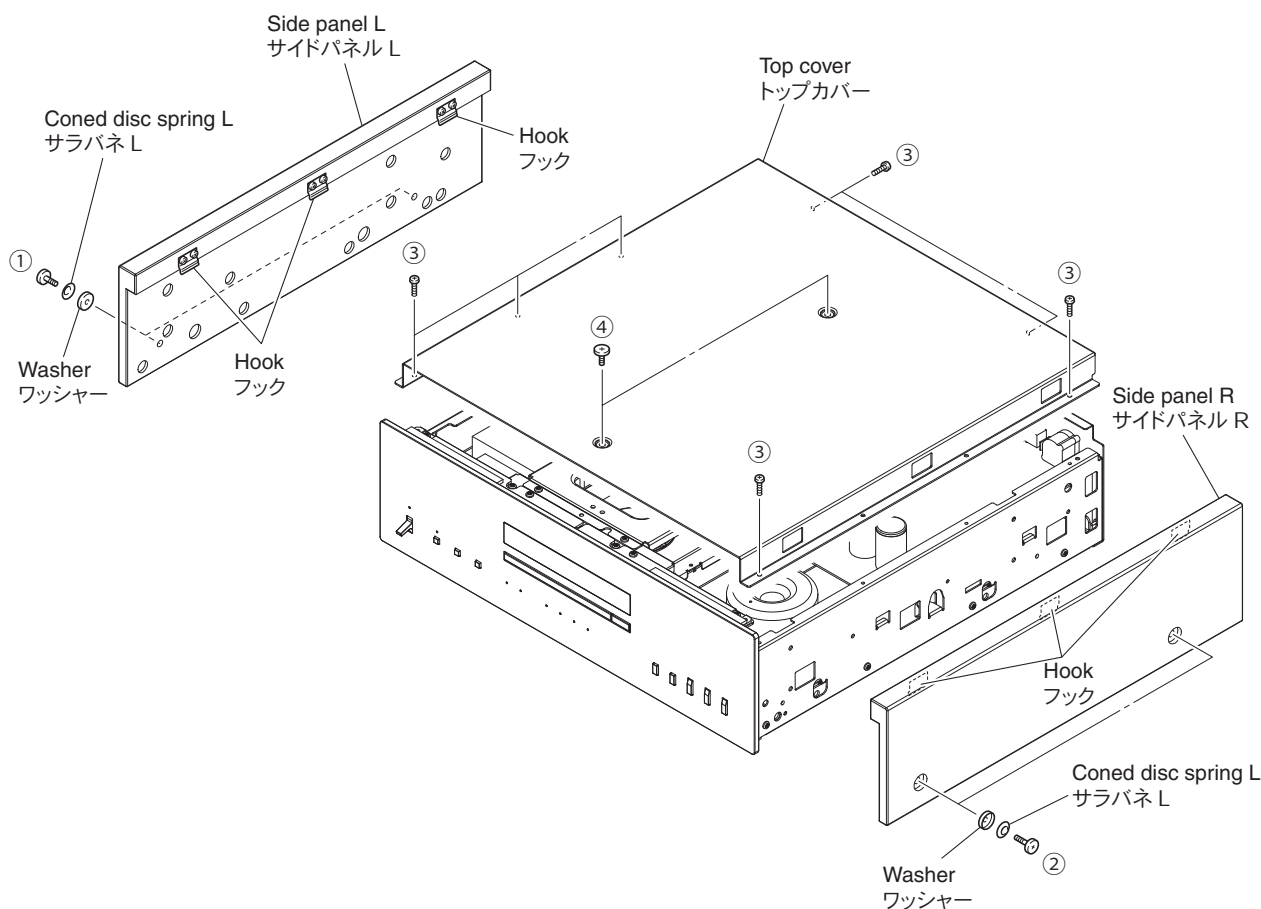

Fig. 1
- a. Remove 2 screws (①) together with the coned disc spring L and washer. (Fig. 1)
- b. Lift the side panel L a little, release hooks at 3 locations and then remove the side panel L. (Fig. 1)
- c. Remove 2 screws (②) together with the coned disc spring L and washer. (Fig. 1)
- d. Lift the side panel R a little, release hooks at 3 locations and remove the side panel R. (Fig. 1)
- a. ① のネジ 2 本をサラバネ L、ワッシャーと一緒に外します。(Fig. 1)
- b. サイドパネル L を少し持ち上げ、3 ヶ所のフックを外し、サイドパネル L を外します。(Fig. 1)
- c. ② のネジ 2 本をサラバネ L、ワッシャーと一緒に外します。(Fig. 1)
- d. サイドパネル R を少し持ち上げ、3 ヶ所のフックを外し、サイドパネル R を外します。(Fig. 1)
- a. Remove 7 screws (③) and 2 screws (④). (Fig. 1)
- b. Remove the top cover. (Fig. 1)
- a. ③ のネジ 7 本、④ のネジ 2 本を外します。(Fig. 1)
- b. トップカバーを外します。(Fig. 1)